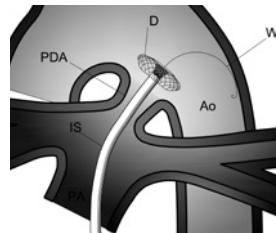

Fig. 15
- Verifique la posición de la vaina de implantación (IS) y del implante mediante fluoroscopía.
- Empuje lentamente el pusher (P) para desplegar el disco distal en la aorta (Fig. 15).